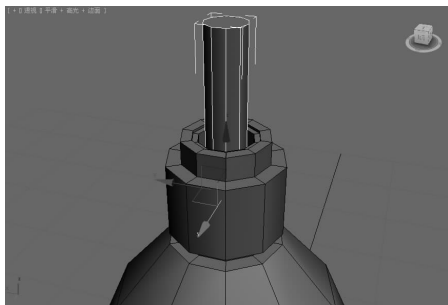

图 5-94 创建瓶盖按压器圆柱体 ▲
(1) 单击“创建”面板中的“几何体”按钮,在“对象类型”卷展栏中单击“圆柱体”按钮,在顶视图中拖动鼠标创建第三个圆柱体对象,设置“半径”为 31.2、“高度”为 10、“高度分段”为 1、“边数”为 10。效果如图 5-94 所示。